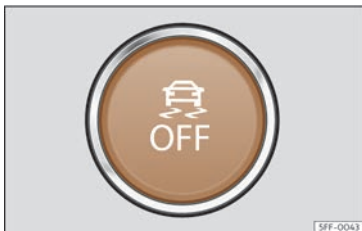

Fig. 172 A la part inferior de la consola central: botó per connectar/desconnectar l'ESC
- L'ESC en mode "Sport" es pot desconnectar i connectar mitjançant una pulsació curta al botó  de la consola central» **fig. 172**.
- L'ESC es pot desconnectar i connectar mitjançant una pulsació curta al botó  de la consola central» **fig. 172**.